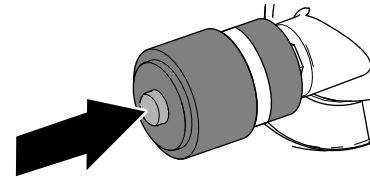

Bild 81
1. Wenn ein roter Streifen in der Wartungsanzeige des Luftfilters sichtbar ist, drücken Sie die Rücksetztaste am Ende der Anzeige (**Bild 81**).